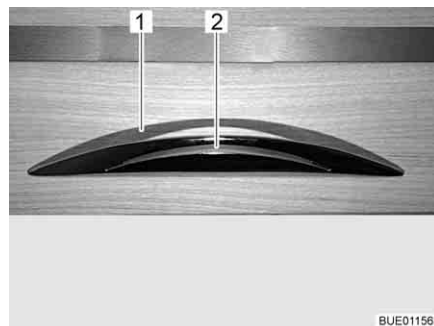

Bild 53 Skåplucka med låshandtag
- Tryck in låshandtaget (Bild 53,2) och håll det intryckt.
- Öppna skåpluckan genom att dra i låshandtaget (Bild 53,1).